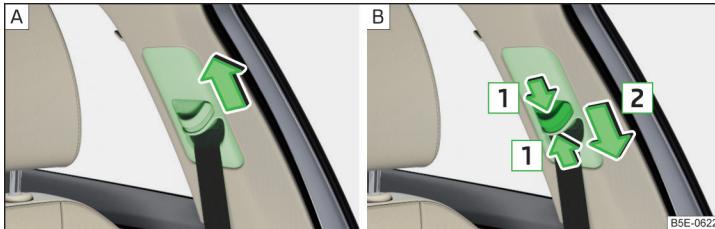

Abb. 26 Gurthöheneinstellung für die Vordersitze
➤ Den Umlenkbeschlag **nach oben** in Pfeilrichtung verschieben » Abb. 26 - A.
- **Oder:** Die Sicherung in Richtung der Pfeile **1** zusammendrücken und den Umlenkbeschlag **nach unten** in Pfeilrichtung **2** verschieben » Abb. 26 - B.